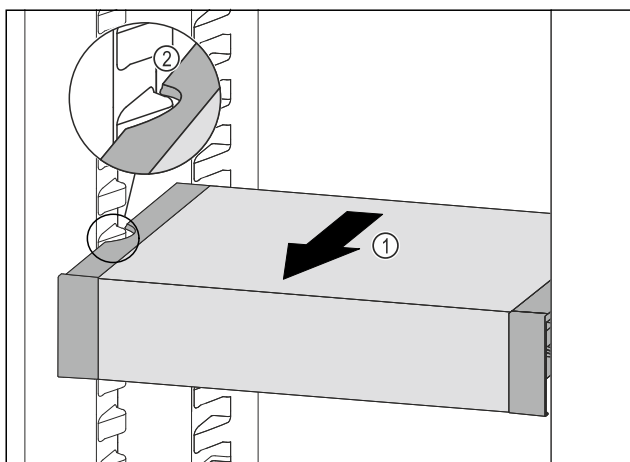

Fig. 105
- Táhněte VarioSafe dopředu Fig. 105 (1), dokud nebudou boční vybrání VarioSafe na úrovni žebrování na nádoby v chladničce. Fig. 105 (2)